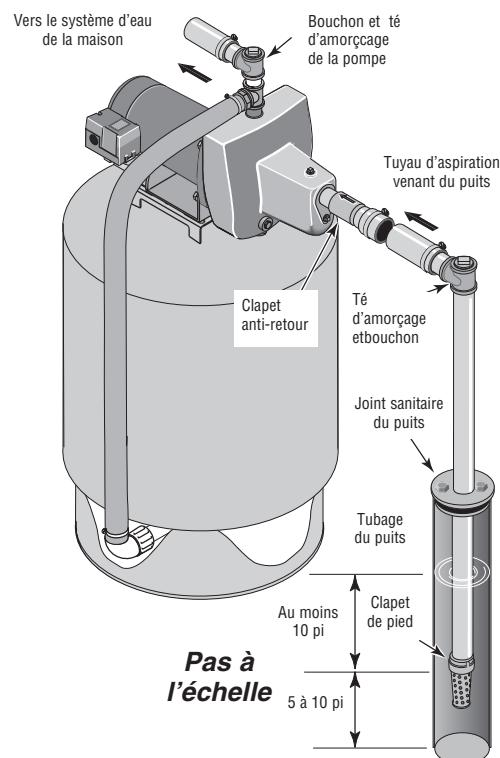

Figure 2 : Installation dans un puits à tubage
INSTALLATION SUR UN PUITS À TUBAGE DE 2 POUCES DE DIAMÈTRE OU PLUS GRAND (voir la Figure 2)
2. Brancher le clapet de pied, la crêpine et le tuyau du puits (voir la Figure 2). S'assurer que le clapet de pied fonctionne librement.
4. Poser le té d'amorçage, le bouchon d'amorçage et le tuyau d'aspiration sur la pompe (voir la Figure 2). Brancher le tuyau provenant du puits sur l'orifice d'aspiration de la pompe en utilisant le moins possible de raccords - en particulier des coudes - étant donné que les raccords augmentent le frottement de l'eau dans les tuyaux (il faut toutefois ajouter un clapet de pied - voir la Figure 2). Le diamètre du tuyau d'aspiration doit être au moins aussi grand que le diamètre de l'orifice d'aspiration de la pompe. Utiliser du ruban d'étanchéité en PTFE pour filetage sur les raccords filetés. Supporter le tuyau de façon qu'il ne soit pas cintré afin qu'il n'exerce pas de contraintes sur le corps de la pompe; de plus, il doit être légèrement incliné vers le haut, du puits jusqu'à la pompe (les points hauts risquent de causer des poches et des bouchons d'air dans la pompe). Rendre étanches les raccords du tuyau d'aspiration avec du ruban d'étanchéité en PTFE pour filetage. Les raccords doivent être étanches à l'air et à l'eau. *Si le tuyau d'aspiration aspire de l'air, la pompe ne pompera pas l'eau du puits.*